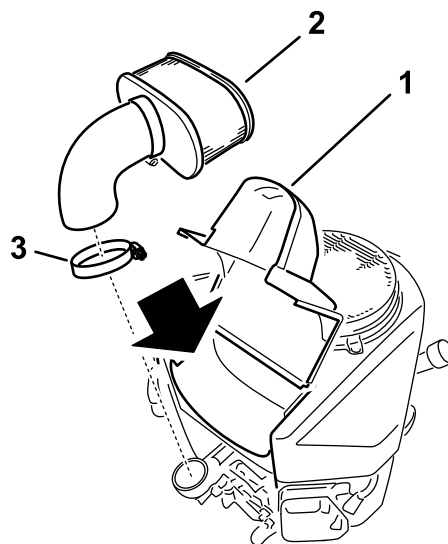

Figura 34
4. Afloje la abrazadera y retire el elemento de papel (Figura 34).